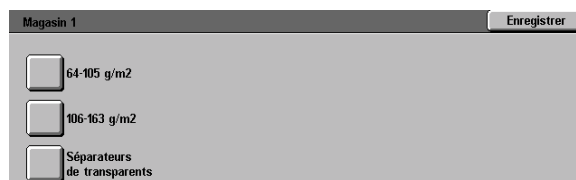

Figure 7 : Exemple d'écran de paramétrage d'un magasin
- 3** Examinez la valeur attribuée aux différents magasins. Pour afficher l'écran de paramétrage d'un magasin, sélectionnez ce dernier à l'aide des flèches vers le haut et vers le bas, puis appuyez sur **Modifier** (voir la figure 7 à titre d'exemple).